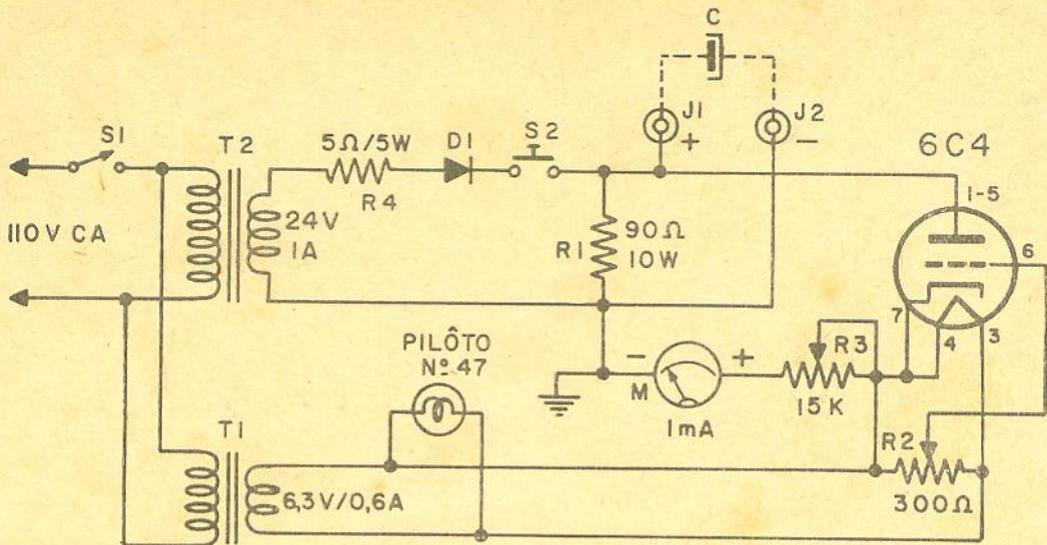

Figura 2
Entretanto, o que nos interessa para a bancada de serviço é um dispositivo compacto totalmente eletrônico que permite verificar se um eletrolítico é capaz de conservar uma carga, mesmo que esteja ligado em paralelo com um resistor de baixo valor ôhmico. A solução e o circuito completo estão indicados na figura 2. Durante o semiciclo de corrente alternada em que o retificador de selênio conduz, o condensador sob teste (C) se carrega. Durante êsse semiciclo, o fluxo de corrente através do instrumento é bloqueado por V1. Os transformadores de fasamento T1 e T2 são dispostos de tal forma que quando o retificador conduz, T1 fornece uma ten-